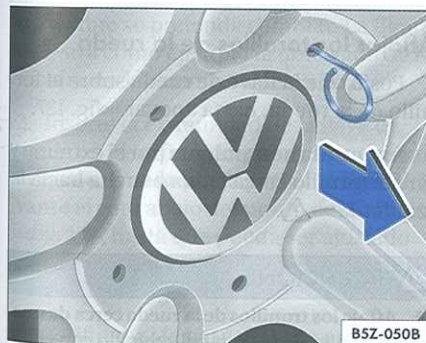
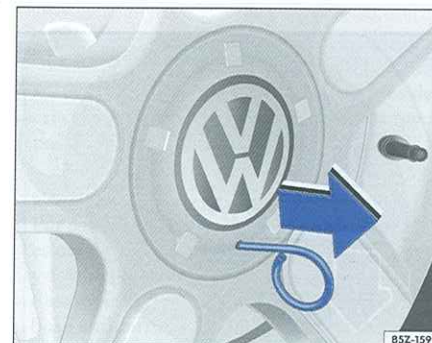

Fig. 134 Retire el tapacubo central con el gancho metálico - Fox
Fig. 135 Retire el tapacubo central con el gancho metálico - CrossFox
- Introduzca el gancho metálico en el agujero del tapacubo central ⇒ fig. 134 para Fox o ⇒ fig. 135 para CrossFox. ▶